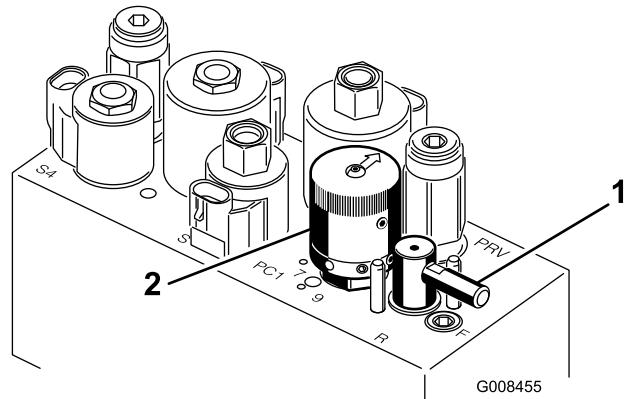

Figura 56
5. Rode a alavanca de rectificação para a posição "R" (Figura 56).
6. Rode o controlo da velocidade dos cilindros para a posição 1 (Figura 56).